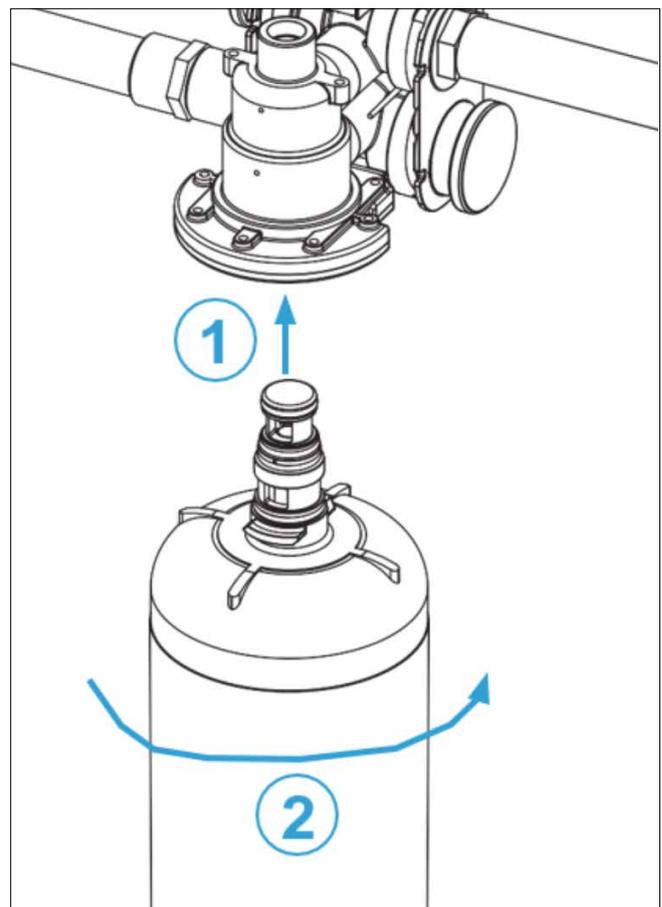

Figura 6. INSTALLAZIONE DELLA CARTUCCIA
1. Installare il filtro nel collettore inserendolo nella testa del collettore e ruotandolo rapidamente di un quarto di giro verso destra (in senso orario) fino a quando non è completamente inserito (Figura 6).